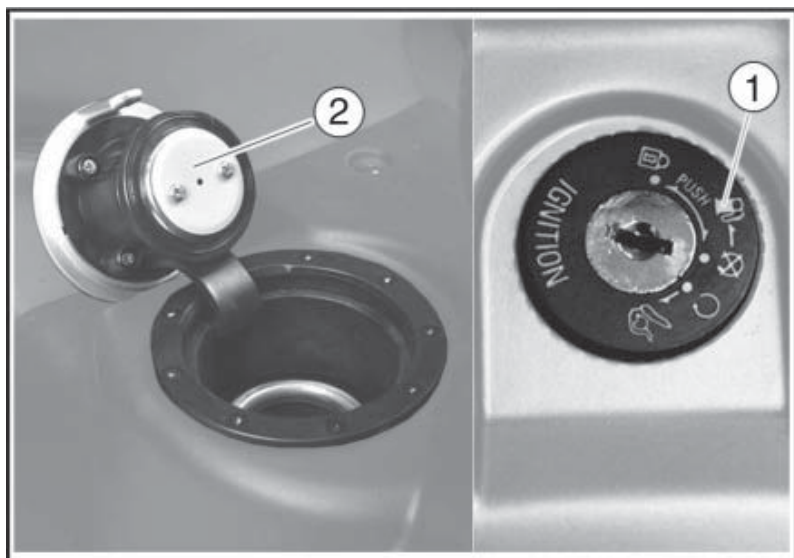

Fig. 01
4.14 RÉSERVOIR DE CARBURANT (Fig. 01)